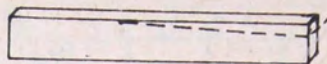

Fig. No. 1 (4)
**Pata larga (cabecera):** 78 cms largo, 7 cms ancho, 4 cms grosor. La escopleada, a 10 cms de la extremidad, letra A. Observe la figura No. 1. Quedará como la figura No. 11.
**CAMA DOBLE:** 1o. Aumenta solamente los travesaños (figuras Nos. 1 y 2). Puede variar el modelo; simplemente, hace el cuadro de cabezas y pies; coloca tablas para forrar (figura No. 1 A) o también puede ser "al natural", que es cortar la madera a medidas, y solamente serán tablas las carteras. Para que no pierda en natural, haga lo siguiente: corte la madera, quítele la cáscara a golpes con otro palo, colóquela a la
- Pata larga (Fig. No. 1)
Los camarotes no son muy comunes, pero es posible que al tener información de la facilidad para hacerlos y de su comodidad para familias numerosas, usted se resuelva a fabricarlos. Simplemente, basta con prolongar a 1.80 metros de alto la figura No. 1 y el doble de todo el material de una cama sencilla. Son prácticas para una persona por servicio como lo veremos más adelante.
**Patatas:** Este modelo le facilita para que utilice maderas hasta con pequeños defectos. Cuadre el listón y desbástele la 3a. parte del ancho. Medidas: 80 cms largo, 8 cms ancho, 4 cms grosor (figura No. 1).